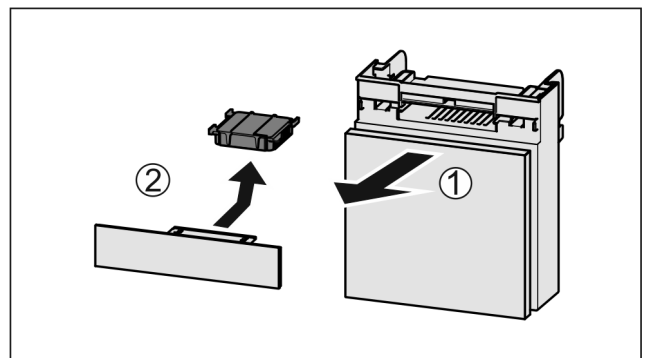

Fig. 113
- ▶ Retire el compartimiento hacia delante Fig. 113 (1).
- ▶ Retire el filtro de carbón activo Fig. 113 (2).